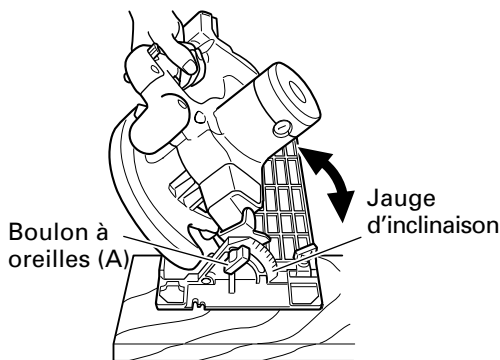

Fig. 15
Comme indiqué à la Fig. 15, desserrer le boulon à oreilles (A) de la jauge d'inclinaison pour incliner la lame de scie d'un angle de 47° maximum par rapport au socle.